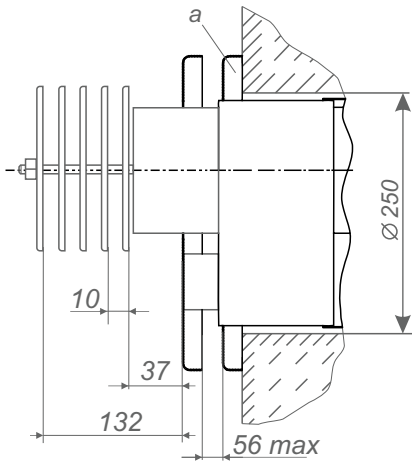

Рис. 3. Встановлення дисків димоповітряного блоку для апаратів потужністю 10-15 кВт
1 - вхідний патрубков підведення води в другий контур; 2 - газовий клапан; 3 - термостат; 4 - стаканчик для установки балона терморегулятора і термодатчика; 5 - датчик перегріву; 6 - вихідний патрубков другого контуру; 7 - патрубков підключення газу; 8 - димоповітряний блок (докладніше рис.3, 5, 5а); 9 - патрубков відводу води в систему опалення; 10 - місце установки ТЕНа (ТЕН в комплекті апарата не входить); 11 - патрубков подачі води з системи опалення; 12 - оглядове вікно; 13 - запальник; 14 - основний пальник
6.3.1. В зовнішній стіні будинку, згідно з рис. 2, пробити горизонтальний канал діаметром 190 мм для апаратів потужністю 5-7 кВт, 250 мм для апаратів потужністю 10-15 кВт (рис. 3; 5). При цьому необхідно враховувати, що для забезпечення установки та зняття апарата, а також для зняття та установки газопальникового пристрою перед фронтом апарата на відстані **не менше 1 м від стіни** не повинно бути ніяких будівельних елементів або стаціонарно встановленого обладнання.
Для апаратів потужністю 10-15 кВт на виступаючий газохід зовнішній установити набір дисків. Закріпити диск "а" до зовнішньої стіни і відрегулювати їх (рис. 3).